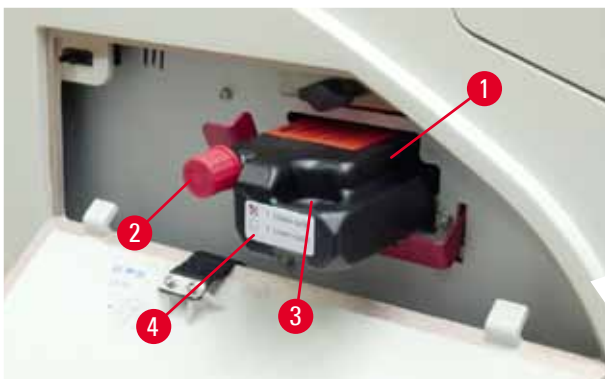

Fig. 54
3. Fjern beskyttelsesfolien, og isæt patronen, til den er ca. halvvejs inde i patronåbningen (→ "Fig. 54").